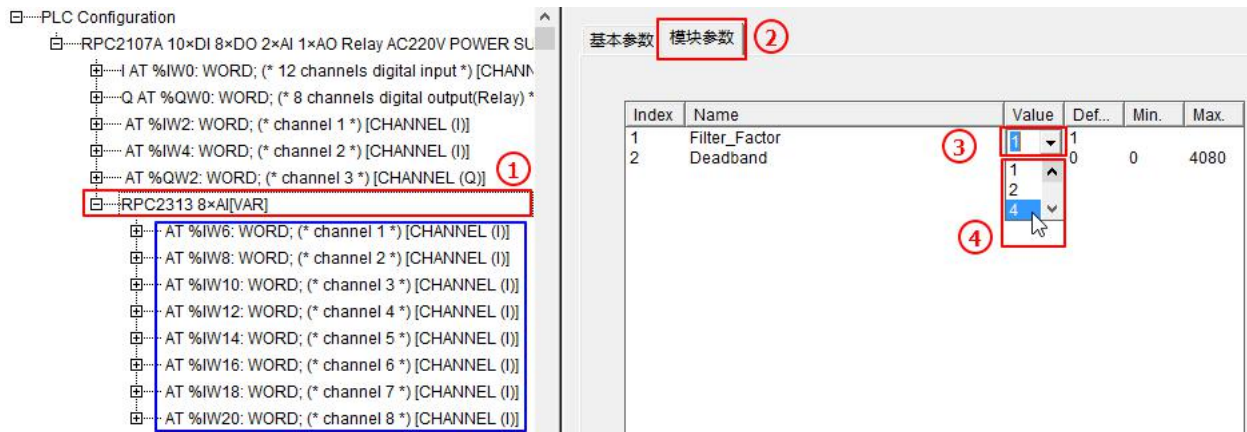

图 12 RPC2313 通道地址和模块参数配置
扩展模块添加完成以后，可以看到模块 AI AO 通道地址已经分配完成，这里以 RPC2313 为例进行说明，如图 12 所示：
扩展模块配置完成后，模块对应通道地址分配可通过 PLC 配置进行查看。可以通过双击 RPC2313 模块查看模块参数，可以通过如图 12 所示第③步修改模块采集滤波系数。滤波值越大，采集信号波动越小，一般选择为 16 或者 32。RPC2313 为 8AI 模块，模块通道分配 PLC 编程地址为%IW6~%IW20。选择模块对应通道可以修改模块对应通道采集类型，如双击%IW6，可以修改通道类型，如图 13、图 14 所示：